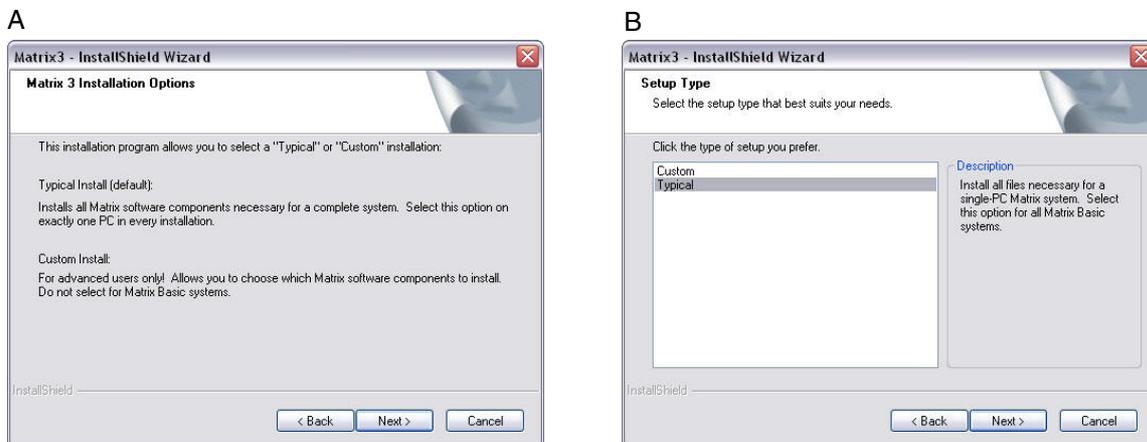

ABB. 5
- Nach dem Anklicken von „WEITER“, wodurch Sie der Lizenzvereinbarung zustimmen, wird das Fenster mit Installationsoptionen (A) angezeigt, dargestellt in ABB. 5. Dieses Fenster beschreibt die zwei zur Auswahl stehenden Installationsoptionen.
Nach dem Anklicken von „WEITER“ wird das Fenster mit Setup-Varianten (B) angezeigt. ABB. 5 Hier wählen Sie aus, welche Installationsvariante Sie ausführen werden.